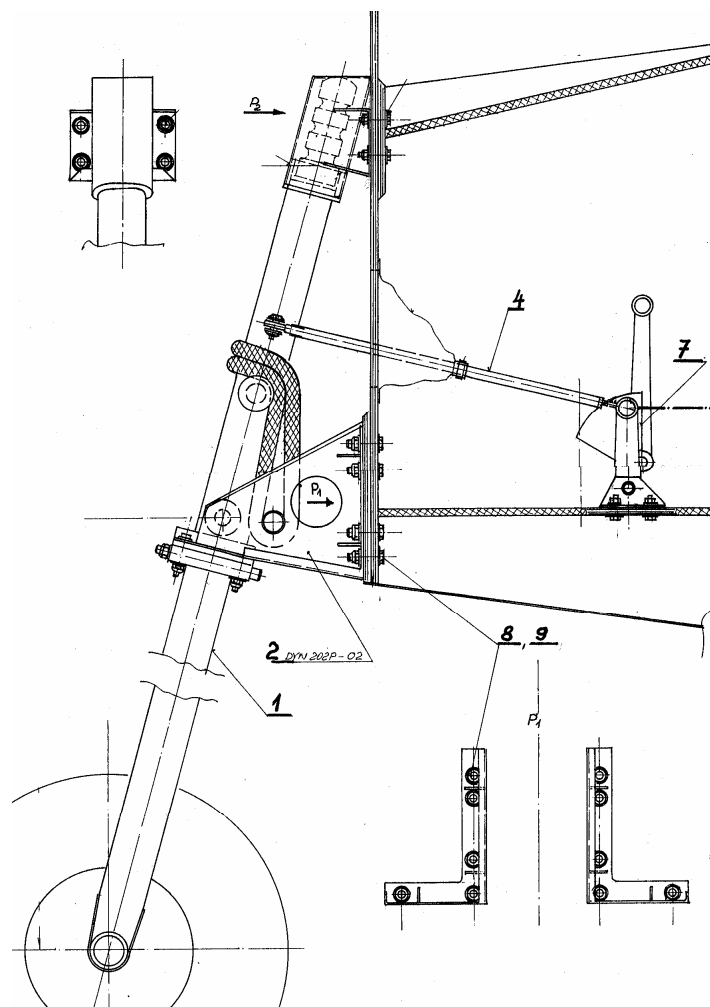

Bild 3: Bugrad Festfahrwerk
Bild 3 zeigt die Seitenansicht des Bugradbeines. Dieses besteht aus einem Cr-Mo-Stahlrohr (1) und der Radgabel aus CFK. Es ist in der Längsrichtung beweglich und drehbar. Die obere Halterung (P2) hat einen eingebauten Gummiblock zur Dämpfung, zusätzlich wirken die Gummiseile. Die Steuerstange (4) vom Pedal (7) kommend dreht das Bein. Die Gleitführungen zwischen Rohr und Lagerung oben (P2) und unten am Brandschott (2) sind frei von Korrosion zu halten und gut zu fetten.